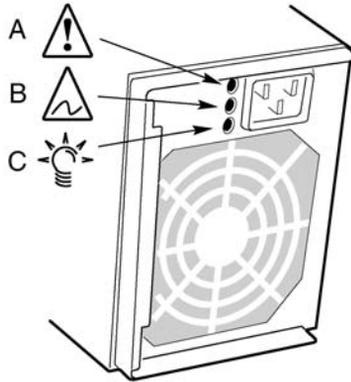

Abbildung 44 - Netzteil-LED-Statusanzeigen
- 5 Schieben Sie die Batterie in die in Abbildung 44 gezeigte Richtung, dies ermöglicht das Herauspringen der Batterie.